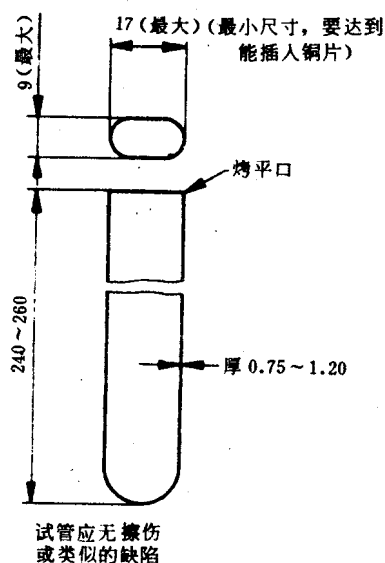

图3 观察试管
**2.1.5 观察试管：**扁平形，如图3所示。在试验结束时，供检验用或在贮存期间供盛放腐蚀的铜片用。